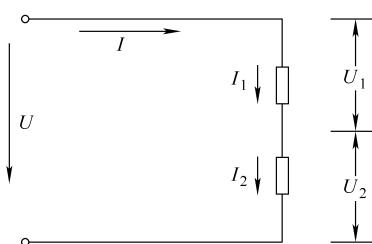

图 1-5 两个电阻串联的电路
1) 电阻的串联电路。把两个或两个以上电阻首尾相接连成一串，中间没有分支，称为电阻的串联电路。如图 1-5 所示为两个电阻串联的电路。
① 串联电路中流过各电阻的电流相同。